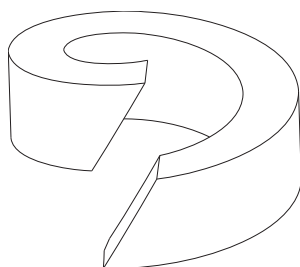

Fig. 6: Anillo de empaquetadura
- Al cortar la junta prensaestopas de la cuerda, asegurarse de que el corte es oblicuo (ver Fig. 6).
Casquete de prensaestopas DN250-500 (Pos. 17) demasiado suelto (Fig. 6)	Apretar el casquete de prensaestopas (Pos. 17) con tuerca hexagonal (Pos. 23) hasta que esté hermético (Fig. 6); Sustituir lo antes posible la parte superior